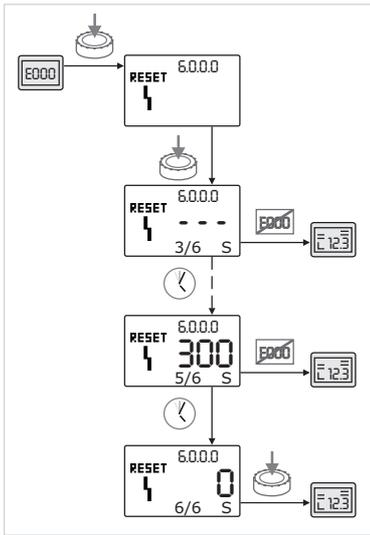

Fig. 61: Acquittement du type de défaut C
- Si des défauts de type C surviennent, procéder comme suit pour les acquitter (Fig. 61) :